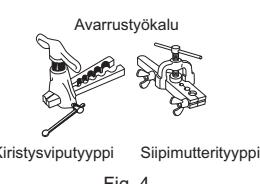

Fig. 4
- Aseta poistoletku kokonaan sisäyksikön takana oikealla olevaan poistoastiaan (Fig. 4).
- Aseta poistoletku sisäyksikön takana oikealla olevaan poistoastiaan (Fig. 4).
- 4) Avarrus (Fig. 4 ja 5). Käytä taulukossa ilmoitetun kokonaista kupariputkea ja kiinnitä se lujasti. Valitse taulukosta A mm -arvo käytettäväyn työkalun mukaan.